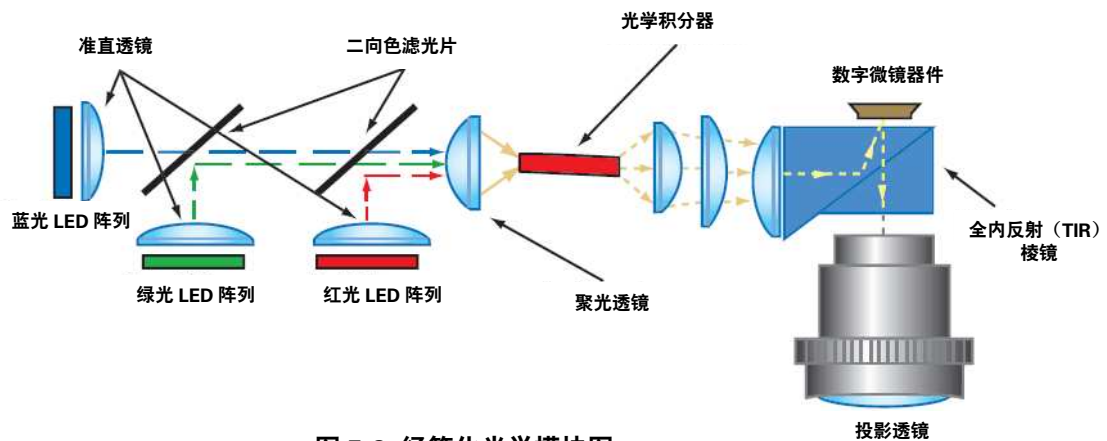

图 5-2. 经简化光学模块图
- **DLP Pico光学模块：** DLP Pico DMD，连同与其相关的照明光源、光学元件，以及必须的机械零件组成了被称为光学模块或光引擎的紧凑、结实耐用的组件（图5-2）。